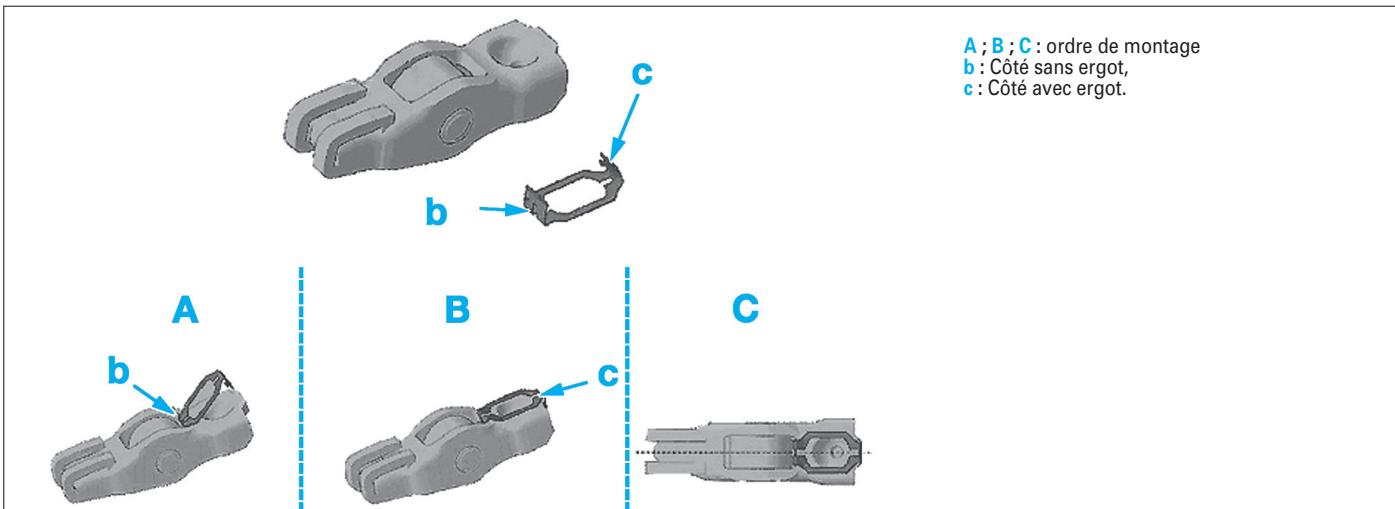

Fig. 85
- Mettre en place les agrafes de maintien des linguets sur les pousoirs (Fig.85).